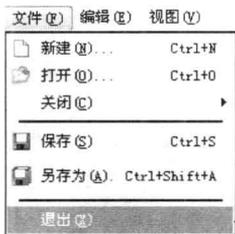

图 1-5 用菜单选项退出 UG 软件
- (1) 选择菜单【文件】|【退出】，可以退出 UG NX 7.0 软件，如图 1-5 所示。
- (2) 单击软件主窗口右上角的“关闭”按钮.